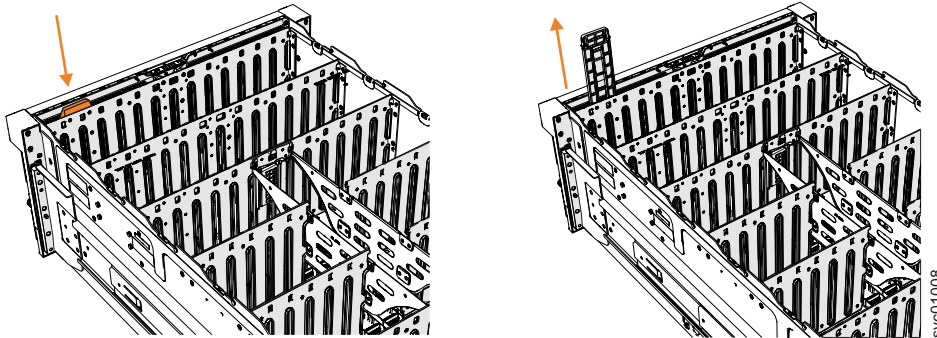

图 128. 卸下显示面板组合件
3. 按下显示面板组合件顶部的松开卡口，如图 128 中所示。